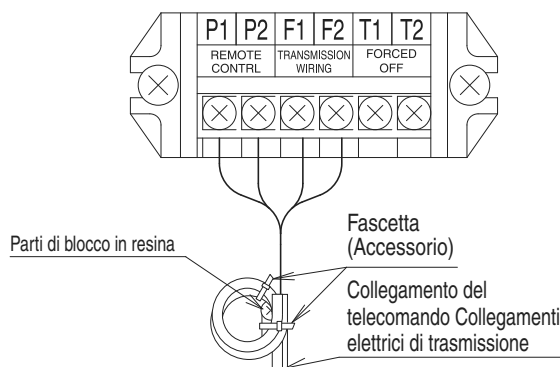

Fig. 18
- Rimuovere il coperchio della scatola di comando ed effettuare i collegamenti elettrici come mostrato in figura sotto (Fare riferimento alla Fig. 17 e Fig. 18).
(Fare riferimento alla Fig. 18)